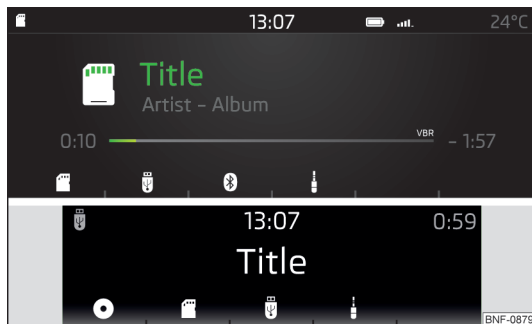

Fig. 102
- Pentru **selectarea sursei audio în meniul principal Media**, apăsați tasta **MEDIA** și selectați sursa dorită prin intermediul tastelor funcționale » fig. 102.